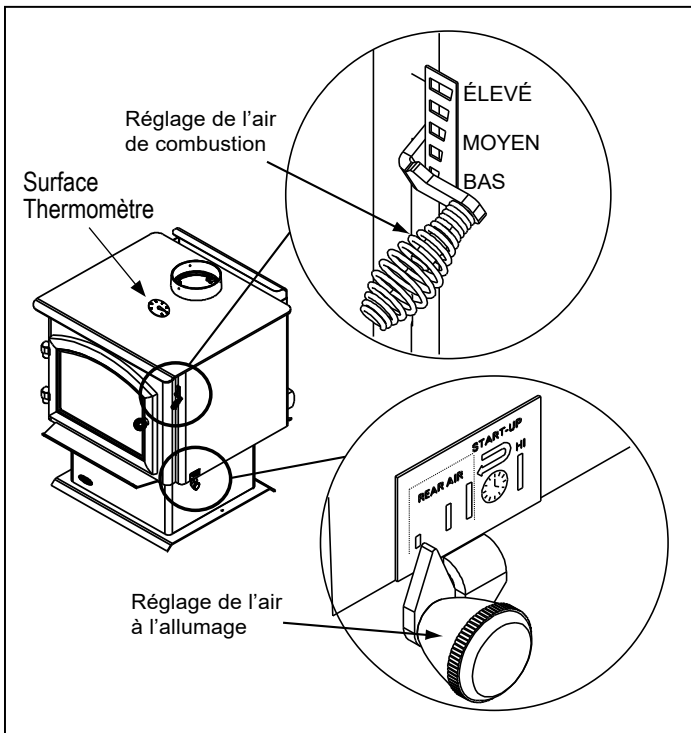

Figure 10.1
2. **Deuxième étape:** Pendant l'étape suivante de la combustion, le bois émet des gaz inflammables qui brûlent au-dessus du combustible en produisant des flammes intenses. Il est très important que les flammes ne s'éteignent pas à ce stade-ci de la combustion. Ceci garantit un feu aussi propre que possible. Si les flammes s'éteignent, le taux de combustion est réglé à un niveau trop bas pour entretenir la combustion. Le réglage d'air situé dans l'angle supérieur droit sert à régler le taux de combustion. Il est appelé réglage de l'air de combustion (**Figure 10.1**).
- Activez ensuite le système de minuterie ACC en poussant le bouton en position élevée, complètement vers l'arrière de l'appareil, puis ramenez-le vers l'avant de l'appareil jusqu'à ce que le bouton s'arrête (**Figure 10.1**).
Un thermomètre de surface vous indique quand régler la commande d'air et quand faire le plein, Figure 10.1.